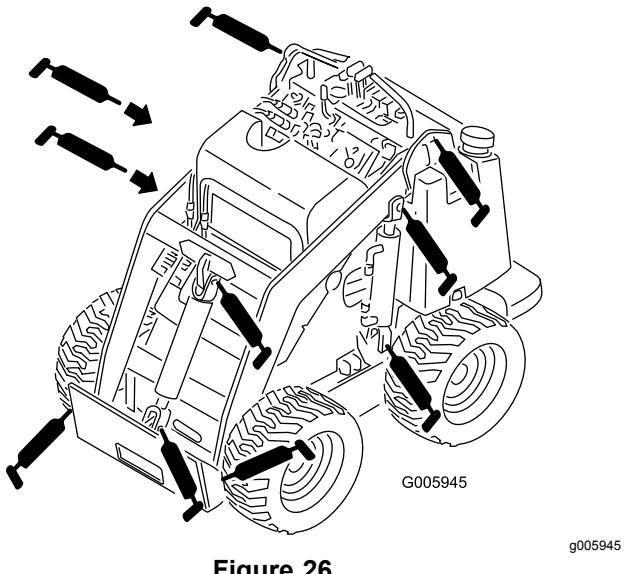
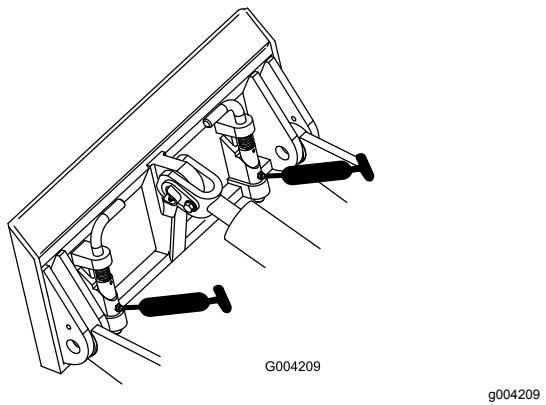

Figure 26
Figure 27
4. Raccordez une pompe à graisse à chaque graisseur (Figure 26 et Figure 27).